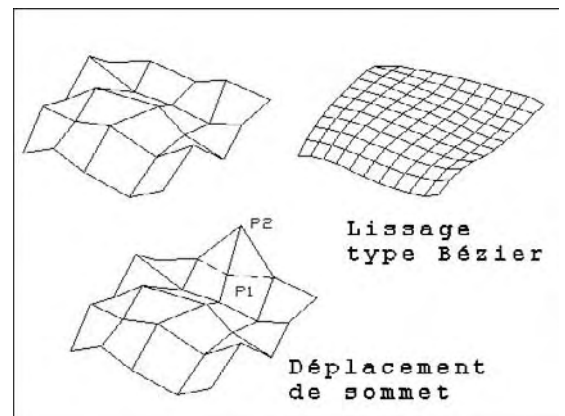

Fig.6.17
- 1 Exécutez la commande de modification à l'aide de l'une des méthodes suivantes (fig.6.17) :